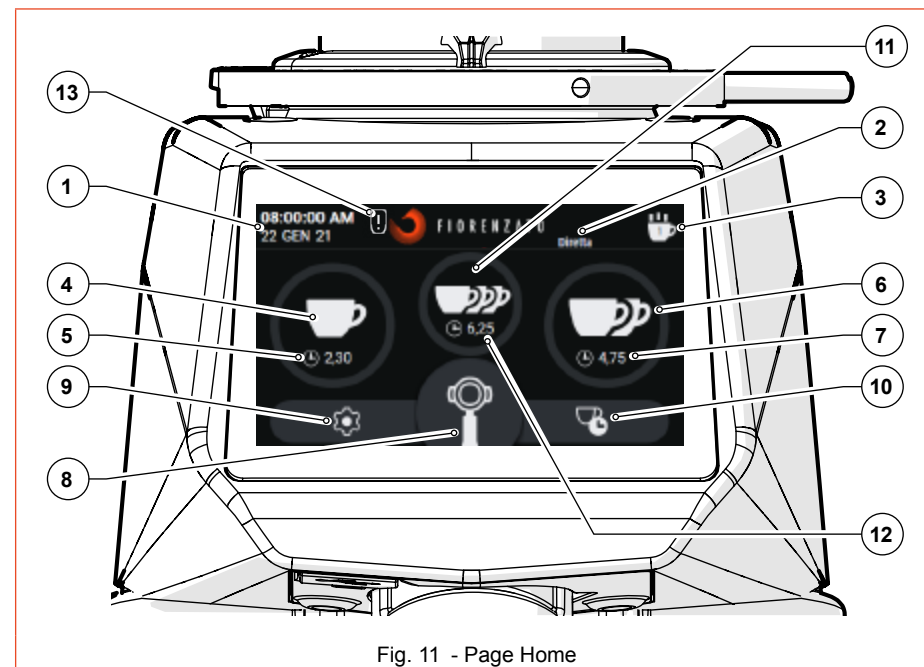

Fig. 11 - Page Home
La Fig. 11 illustre la page HOME avec la description des touches de fonction et des champs d'affichage présents. La page HOME peut être personnalisée depuis le « menu Réglages », l'image représentée sur la figure peut donc différer de la page-écran réellement visualisée sur votre appareil lors de sa première mise en marche.
En référence à la Fig. 11, les champs d'affichage et les touches de fonction de la page HOME sont :
Pour accéder au Menu Réglages, appuyer sur la touche de fonction , toujours visible en bas à gauche de l'écran (voir Fig. 11 Élém. 9). Une fois la commande donnée, l'afficheur chargera le menu depuis lequel il sera possible de sélectionner le paramètre à modifier et/ou la fonction à activer/désactiver en faisant simplement défiler vers le bas la liste des options possibles jusqu'à trouver la rubrique souhaitée. Le menu Réglages contient les rubriques suivantes :
Sélectionner la dose souhaitée (unique, double ou triple, si activée) en appuyant sur la touche de fonction correspondante (voir Fig. 11 Élé. 4, 6 ou 11). L'icône de la touche pressée commence à clignoter pour indiquer que la sélection a été effectuée.
Maintenir appuyée la touche « Mouture Manuelle » (voir Fig. 11 Élé. 8) pour démarrer la mouture continue. La mouture s'arrête automatiquement lorsque la touche est relâchée.
Appuyer sur la touche de fonction relative à la dose unique, double ou triple (voir Fig. 11 Élé. 4, 6 ou 11) ; lorsque la commande est donnée, la mouture de la dose souhaitée est immédiatement lancée.
Maintenir appuyée la touche « Mouture manuelle » (voir Fig. 11 Élé. 8) pour démarrer la mouture continue. La mouture s'arrête automatiquement lorsque la touche est relâchée.
Dans ce mode d'utilisation, le micro-interrupteur d'activation est désactivé et toutes les touches de sélection du dosage (voir Fig. 11 Élé. 4, 6, 8 et 11) peuvent être activées.
Dans ce mode d'utilisation, la mouture manuelle (voir Fig. 11 Élém. 8) et les touches de sélection des doses unique, double et triple (voir Fig. 11 Élém. 4, 6 et 11) sont désactivées.
Sélectionner la dose souhaitée (unique, double ou triple, si elle est activée) en appuyant sur la touche de fonction correspondante (voir Fig. 11 Élém. 4, 6 ou 11). Une fois la sélection effectuée, l'icône de la touche pressée commence à clignoter pour indiquer que la sélection a été effectuée et reste activée jusqu'à la sélection d'une dose différente. Appuyer (une fois) sur le micro-interrupteur d'activation avec le porte-filtre pour lancer la mouture de la dose sélectionnée.
Dans ce mode d'utilisation, la mouture manuelle (voir Fig. 11 Élém. 8) reste activée.
- À la fin de chaque distribution, les compteurs de statistiques sont mis à jour (voir Fig. 11 Élém. 3). Dans les statistiques, la mouture continue (voir Fig. 11 Élém. 8) correspond à l'augmentation d'une seule unité du nombre de distributions. Les cycles de mouture sont mémorisés même si l'option « Afficher les statistiques » est désactivée dans le menu des réglages techniques.
Lorsque la mouture manuelle (Fig. 11 Élé. 8) est désactivée, la touche de fonction correspondante ne peut pas être sélectionnée et s'affiche en gris.
Permet d'activer (🟢) ou de désactiver (⚪) l'affichage de la touche de fonction « Statistiques » sur la page-écran HOME (voir Fig. 11 Élé. 3).